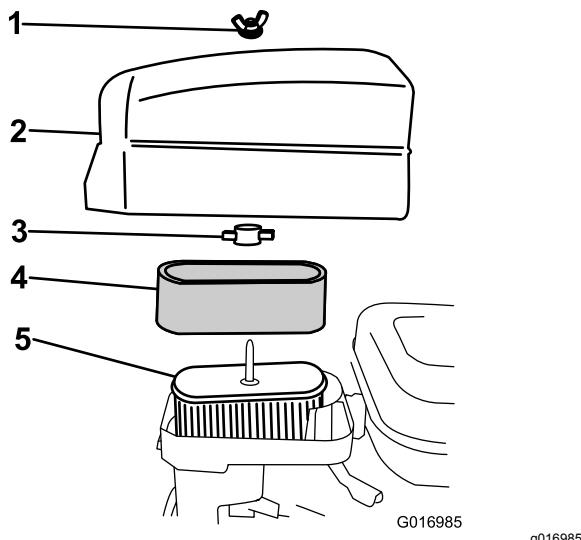

图32
4. 如果泡沫滤芯变脏请将其从纸质滤芯中取出图32并清洁如下所示